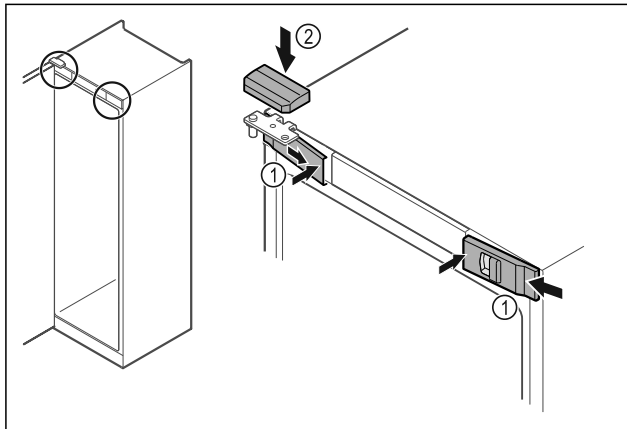

Fig. 53
- Voorste afdekkingen Fig. 53 (1) zijdelings aanbrengen en van binnen vastklikken.
- Bovenste afdekking Fig. 53 (2) van boven vastklikken.